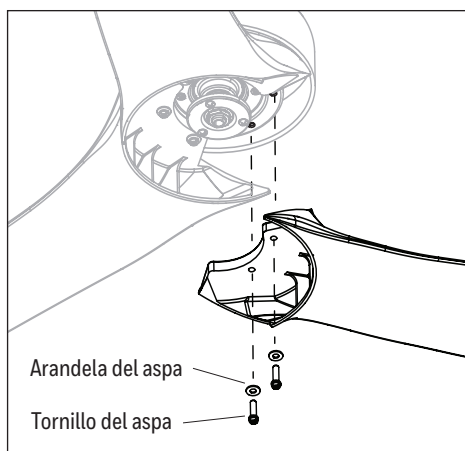

Figura 5.3
3. Alinee los oricios de un aspa con los dos oricios para tornillos del aspa en la parte inferior del ensamble del motor. Asegure el aspa con dos tornillos y arandelas para el aspa. Repita los mismos pasos para el resto de las aspas (Figura 5.3).